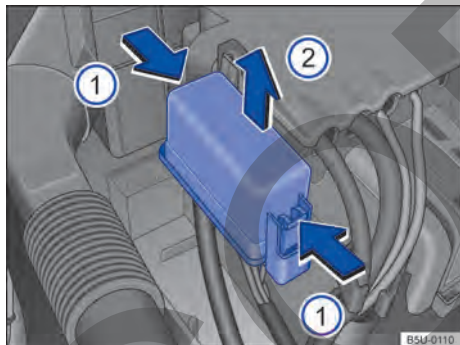

Fig. 160 En el compartimiento del motor: cobertura de la caja de fusibles.
- Presionar las trabas en el sentido de la flecha → fig. 160 , para desbloquear la cubierta de la caja de fusibles.